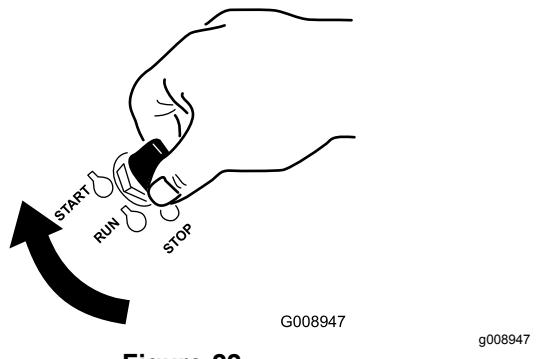

Figure 22
- Tournez la clé de contact à la position de DÉMARRAGE (Figure 22).